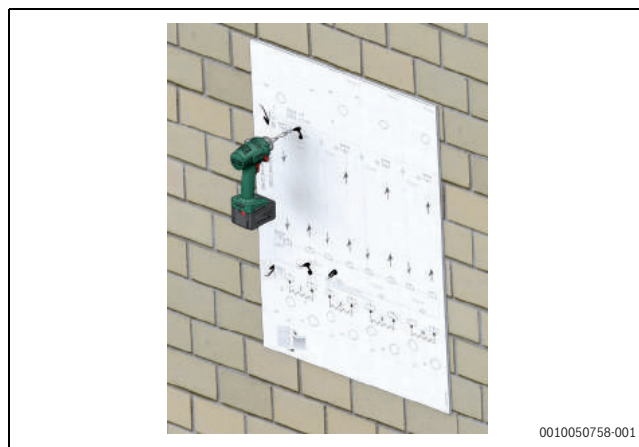
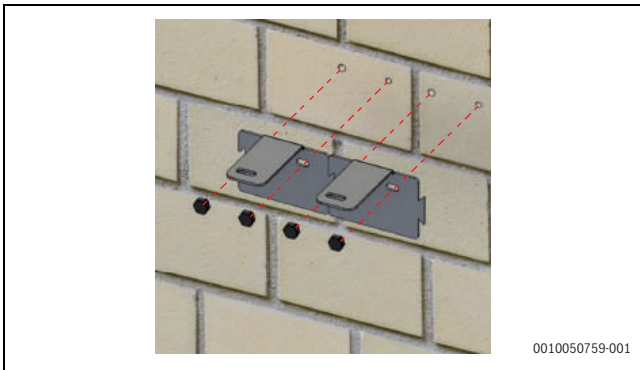

Fig. 223 Perçage du mur
Fig. 224 Fixation des supports muraux
3. Placer le gabarit de perçage au mur dans la position d'installation souhaitée du module. Après fixation du gabarit de perçage, percer le mur en correspondance avec les bons perçages (→ fig. 223). Retirer ensuite le gabarit de perçage et fixer le support mural au mur à l'aide de la vis d'ancrage de 12 mm (non fournie), (→ fig. 224).